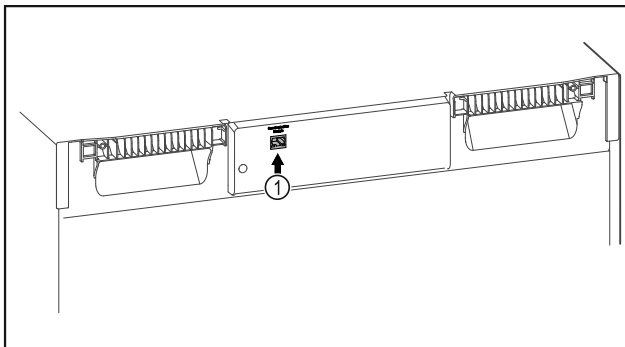

Fig. 99
- Moduli SmartModule Fig. 99 (1) është vendosur.